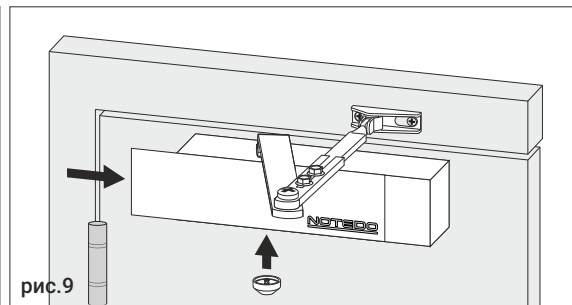

рис. 9
9. Настроив функции дверного доводчика, установите на него защитную крышку и декоративный колпачок на противоположную поворотную ось, рис. 9.